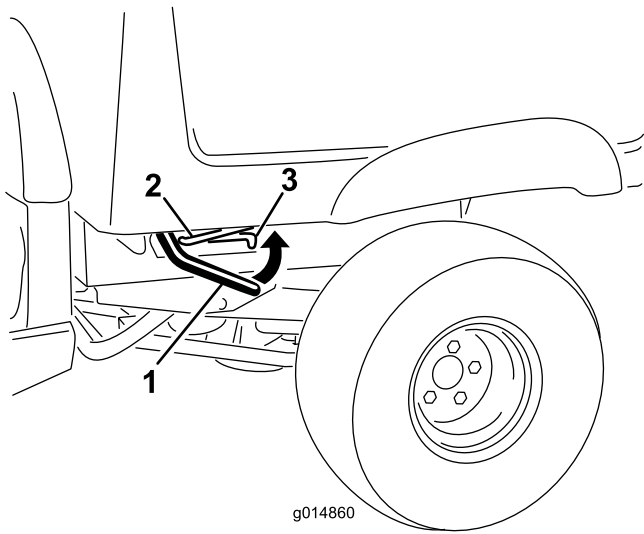

Figura 11
1. Levante la palanca situada en cada lado de la plataforma y eleve la plataforma (Figura 11).
1. Eleve la plataforma un poco tirando hacia arriba de la palanca de enganche (Figura 11).
3. Baje la plataforma hasta que se enganche firmemente en su sitio (Figura 11).